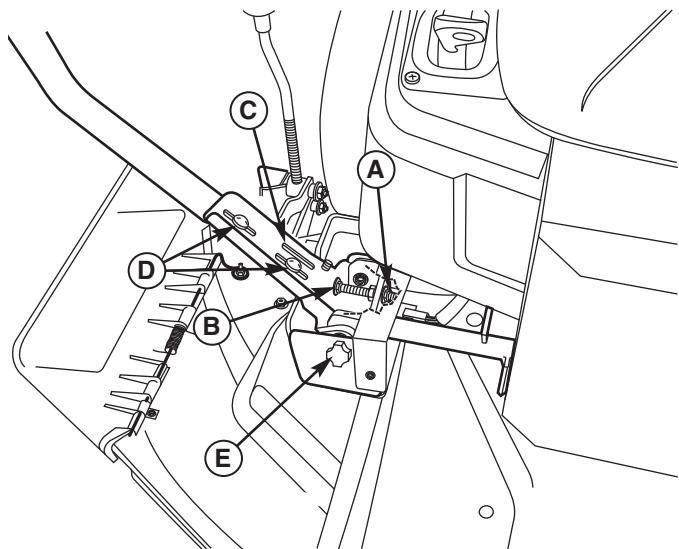

Figura 32. Ajuste de las Palancas de Control
Jale las palancas hacia adentro, encima del regazo del operador a la posición de DRIVE. Afloje los pernos de montaje (D, Figura 32) y suba o baje las palancas a la posición deseada. Apriete los pernos de montaje (D).
Para Ajustar la Brecha Final de las Palancas de Control: La brecha final de las palancas de control deben ajustarse de modo que las palancas no se toquen entre sí cuando se pongan en posición de DRIVE. Afloje la contratuerca (A, Figura 32) y ajuste la longitud del tornillo de cabeza redonda (B) de modo que las palancas no se toquen entre sí. Repita lo mismo en el lado opuesto. Apriete la contratuerca (A) para fijar el tornillo de cabeza redonda en su posición.
Para Ajustar el Espacio Libre para el Operador: El espacio entre el operador y las palancas de control puede incrementarse quitando el perno de montaje más bajo (D, Figura 32), girando la palanca hacia adelante y reinstalando el tornillo de cabeza hexagonal a través de las palancas de control y la ranura delantera (C). Repita lo mismo con la palanca de velocidad.
Si el tractor vira a la derecha o a la izquierda cuando las palancas del control de velocidad están en la posición de velocidad máxima hacia adelante, la velocidad máxima de cada una de las palancas puede balancearse girando las perillas de ajuste (E, Figura 32). Gire la perilla A LA IZQUIERDA para aumentar la velocidad o A LA DERECHA para disminuir la velocidad.